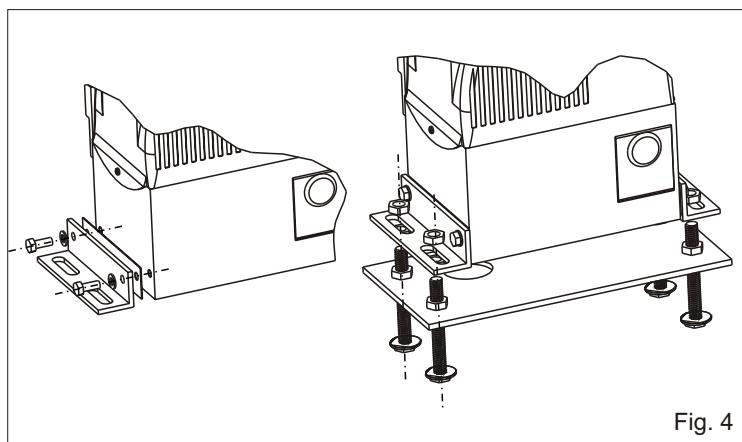
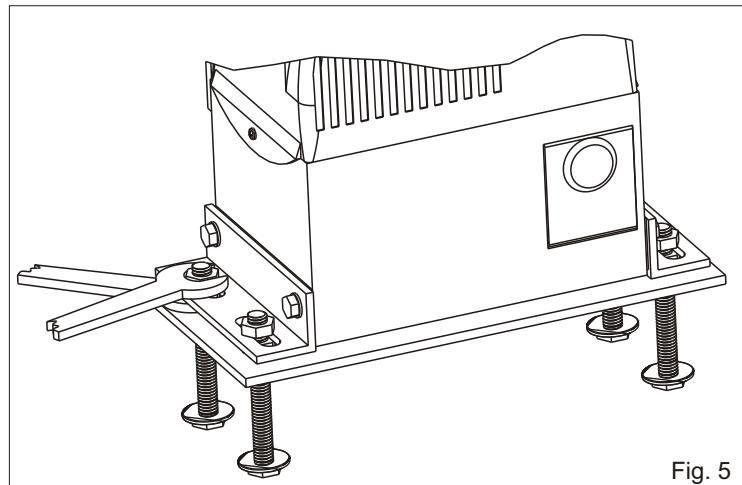

Fig. 4
Fig. 5
**4.1.** Fijar al motorreductor los angulares laterales de fijación con los tornillos en dotación (Fig. 4).
**4.2.** Fijar el motorreductor a la placa de fundación regulando la posición lateral y su altura (Fig. 4 - Fig. 5) para respetar las cotas mencionadas en Fig. 2.